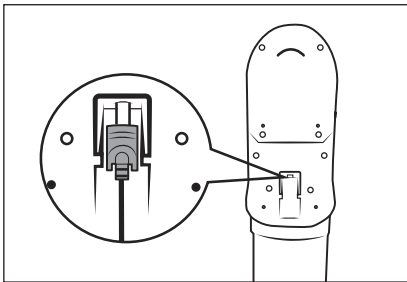

Abb. 8
① Hinweis
- Der Staubsauger kann auch direkt über den Netzadapter **10** geladen werden. Entnehmen Sie dafür den Hohlstecker **11** durch eine leichte Drehung aus der Wandhalterung **18** und stecken Sie ihn in die Ladebuchse **3** am Gerät (siehe Abb. 8).